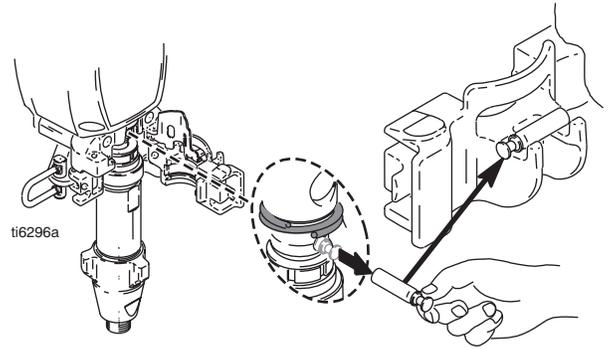

图 23
2. 图 23. 当泵的活塞柱处于最低位置时，使泵停机。
- 10. 图 23. 将泵销针拉出并放在销针座内。